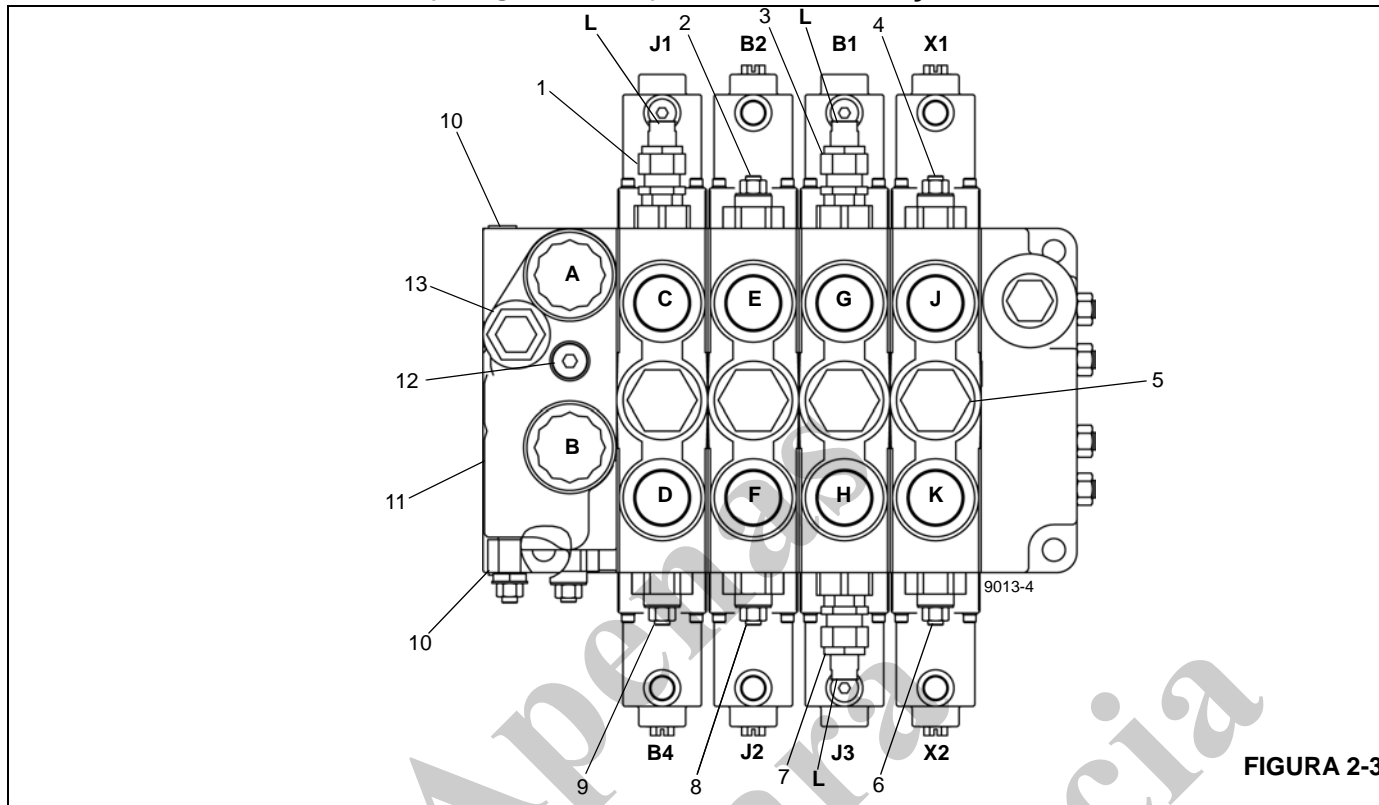

FIGURA 2-3
Consulte a Figura 2-3 para o procedimento a seguir.
1. Com o motor desligado, instale um diagnóstico de verificação de pressão de desconexão rápida (Parker PD240) com medidor no bico de teste no orifício de manômetro GP da DCV (consulte a Figura 2-3).